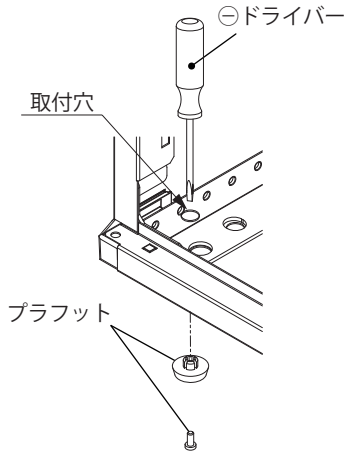

図6
1. ラック本体底面の取付穴にあるプラフット(4か所)を⊖ドライバーなどを利用し、ラック内側からプラフットの中央部を押し取り外してください。(図6)